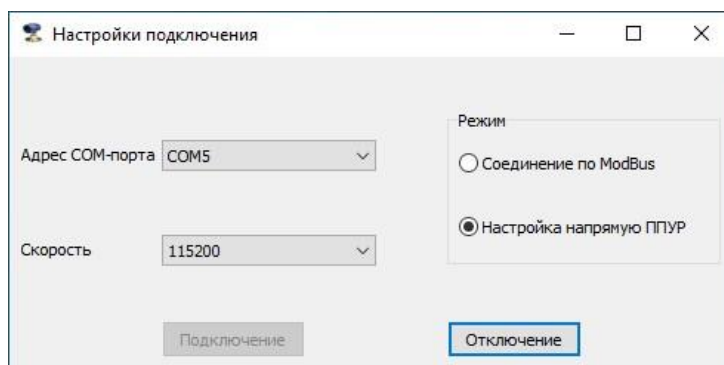

Рис.22 - Установка связи с ППУР.
7.7.1 Для точной юстировки уровнемера на месте монтажа используется раздел программы «Монитор Взлет РУ», позволяющий связаться напрямую с ППУР по интерфейсу RS-485. Для этого в окне «**Настройки подключения**» (рис.22) необходимо установить флажок в строке «**Настройка напрямую ППУР**» области «**Режим**» и нажать кнопку «**Подключение**». Необходимые параметры связи устанавливаются автоматически.